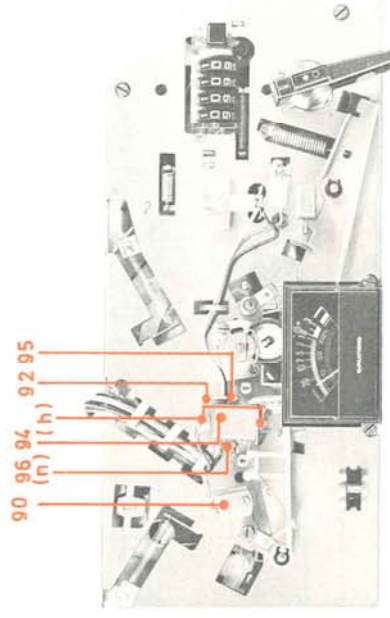

Abb. 11 Kopfjustage
Alle Befestigungselemente s. Abb. 11. Der Löschkopf (90) ist mit einer Messingschraube befestigt. Eisenschrauben dürfen wegen der Magnetisierungsverluste nicht verwendet werden.